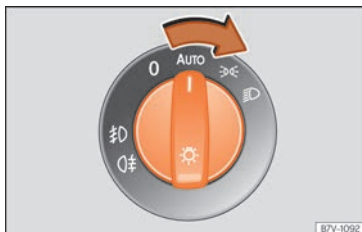

Fig. 114 Tablero de instrumentos: mando de las luces.
- Gire el interruptor hacia la posición deseada » » » **fig. 114**.